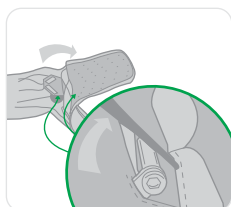

Figura 9
- Deschideți fermoarul panoului din spate al rucsacului și verificați conectorul hamului pentru depistarea semnelor de deteriorare, distorsiune, coroziune sau crăpături. Asigurați-vă că șurubul de fixare este asigurat (figura 9). Dacă deteriorarea este aparentă sau șurubul nu este asigurat, dispozitivul Latchways PRD se va scoate din uz și se va cere sfatul MSA sau al unui agent autorizat.